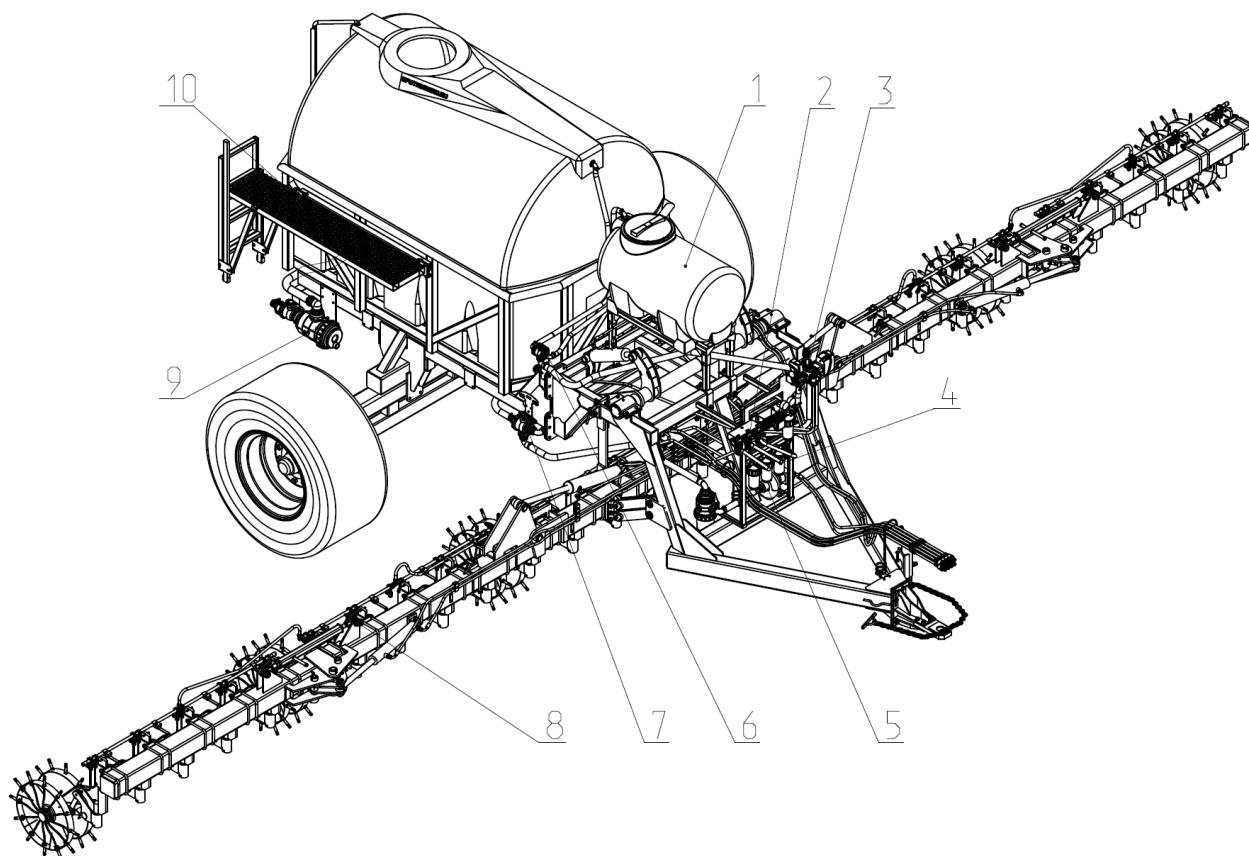

Рис.11 Разводка КАС.
2.1.9. Система внесения КАС (рис. 11) состоит мембранно-поршневого насоса AR185br с площадкой, клапана управления в сборе, трех ходового коллектора 2 в сборе с расходомером и линейных фильтров 4, всасывающего фильтра, Обвязок секций носителя 8, крана трех ходового 6 (для переключения внесения системы КАС и включения промывки водой системы), запорочного устройства 1 и подводных шлангов.